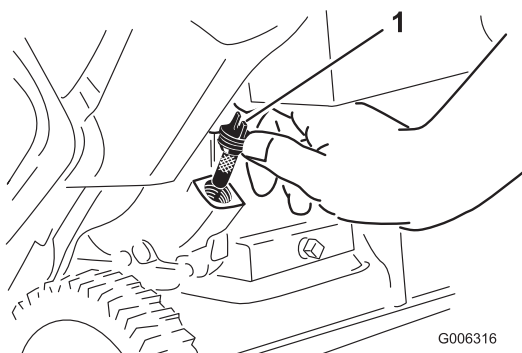

Figure 30
6. Nettoyez la surface autour du bouchon de remplissage d'huile (Figure 30).
7. Dévissez et retirez le bouchon de remplissage (Figure 30).